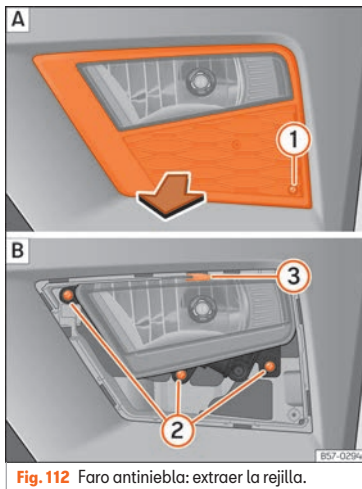

Fig. 112 Faro antiniebla: extraer la rejilla.
1. Retire el tornillo » » » **fig. 112 (1) [A]** de la rejilla del faro antiniebla utilizando un destornillador y extraiga la rejilla.
2. Retire los 3 tornillos » » » **fig. 112 (2) [B]**.